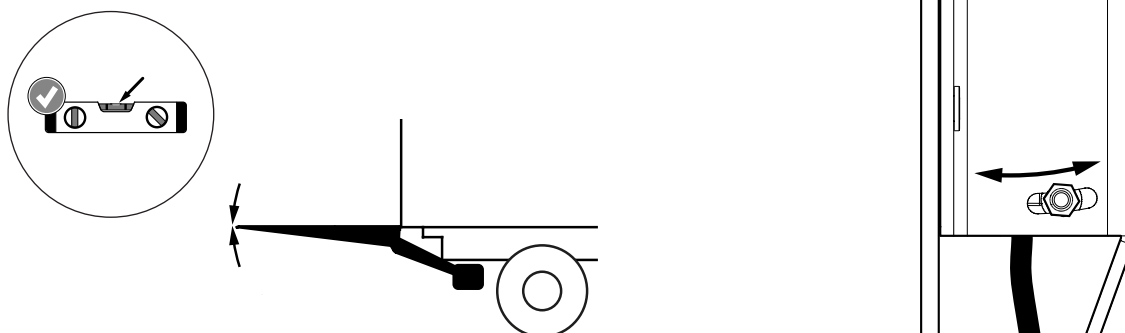

Bild 57. Justering av autotilt-vinkel
1. Lossa de två skruvarna utan att skruva bort, se Bild 57.
2. Justera vinkelgivarens läge till önskad vinkel, se Bild 57.